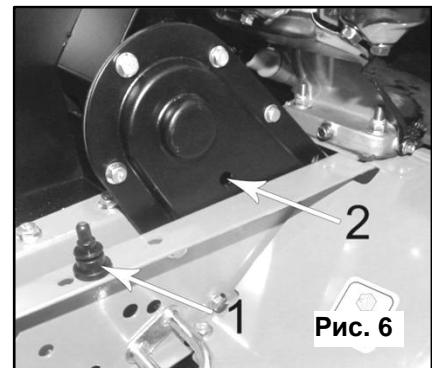

Рис. 6
- Выньте заглушку (1) из заливного отверстия (2) (См. Рис.6).
- Установите заглушку (1) на место.